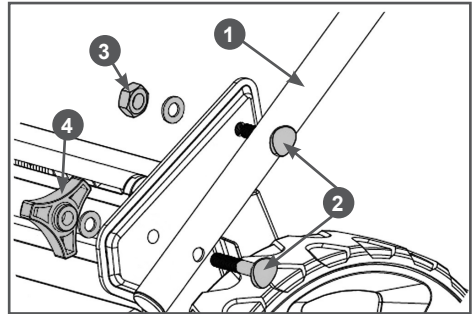

Рис. 3. Установка нижней части рукоятки
2. Установите нижнюю часть рабочей рукоятки. Совместите верхнее отверстие в нижней части рукоятки и кронштейне, вставьте в образовавшееся отверстие болт 2 с квадратным подголовком, установите шайбу и закрутите шестигранную гайку 3, не затягивая её (Рис. 3). Точно также установите другую сторону нижней части рабочей рукоятки.